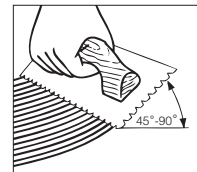

Figure 10
- Tenir la truelle à un angle d'au moins 45° (Figure 10), fermement contre le sous-plancher afin d'obtenir un taux d'étalement de 4 à 5,5 m²/litre (50 à 60 pi²/gal US). La truelle laisse des cannelures d'adhésif et très peu d'adhésif entre les cannelures, ce qui permet de voir les lignes tracées au cordeau et d'étaler la quantité recommandée.